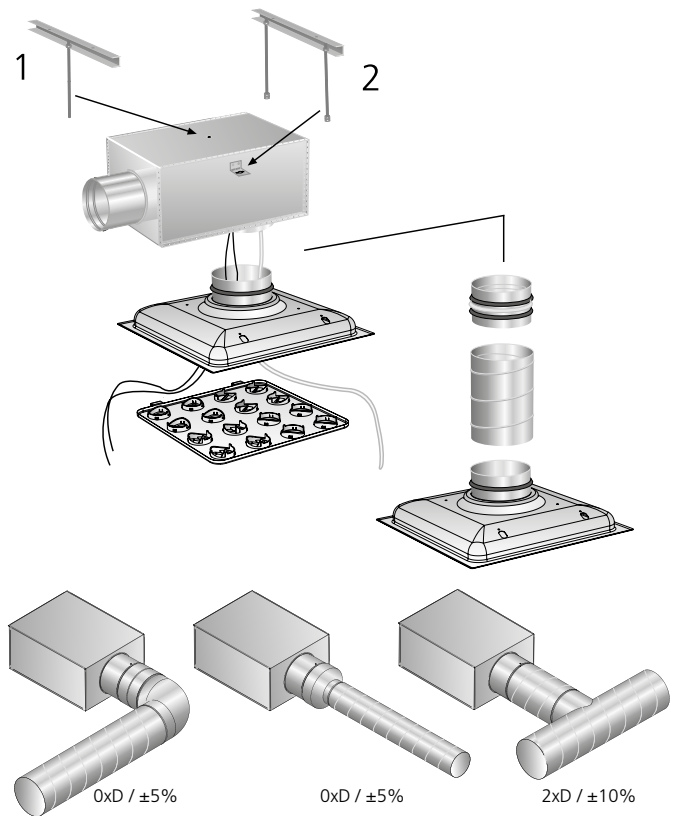

Figure 1. Installation
Fixer le plénum d'équilibrage à la structure du bâtiment au moyen de rivets Pop Nut (1) ou de consoles de montage (2). Voir Figure 1.
Précision de mesure et critères applicables aux sections de conduit droites en amont du plénum d'équilibrage, voir Figure 1. Les critères applicables aux sections de conduit droites dépendent du type de perturbation en amont du boîtier de connexion. La Figure 1 montre un coude, un changement de dimensions et un raccord en T. Les autres types de perturbations exigent au minimum 2xD section droite (D = diamètre de raccordement) pour une précision de mesure de $\pm 10\%$ du débit.